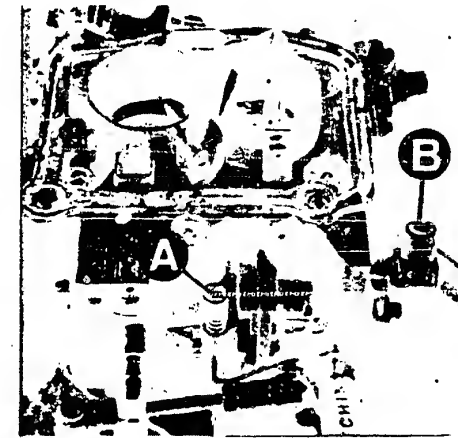

Bild 22 Die vier Benzinmotoren sind mit diesen 4 verschiedenen Vergasern ausgerüstet. Mit den Schrauben A kann die Leerlaufdrehzahl eingestellt werden;
Das Schwimberniveau wird am abgebauten und auf den Kopf gestellten Vergaseroberteil ohne Dichtung zwischen dem Gehäuse und dem Schwimmer-nadelventil gemessen (Bild 23). Die Ventilkugel darf bei der Messung nicht ins Nadelventil gedrückt sein. Ist das Mass zu gross, kann das Ventil weiter eingeschraubt und die Dichtung komprimiert werden. Ist es zu klein, muss man die Dichtung auswechseln. Leerlauf-drehzahl und -gemisch dürfen nur bei betriebswarmem, einwandfrei rund laufendem Motor an den Schrauben A und B (Bild 22) eingestellt werden. Diese Einstellungen müssen sehr exakt ausgeführt werden, um die Abgase in den vorgeschriebenen Grenzen zu halten.
Das Schwimmerniveau des 32 DRT und des 32 DRTM wird bei ausgebautem und senkrecht gehaltenem Vergaseroberteil kontrolliert (Bild 25). Der Schwimmer muss zur Messung das Nadelventil schliessen, darf hingegen die Kugel (2) nicht ins Ventilgehäuse drücken. Wird die geschlossene Starterklappe durch den Pull-down (Unterdruckmembranstange) geöffnet, soll ein Chokeklappenspaltmass von 4,5mm (32 DRTM = 8mm) erreicht werden. Eine Korrektur lässt sich mit der Schraube auf der Unterdruckdose erreichen. Leerlaufgemisch und -drehzahl werden an den in Bild 22 mit A und B bezeichneten Einstellschrauben richtiggestellt.